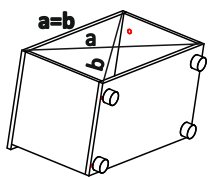

рис. 1
1. В дно (6) запресовать регулируемые опоры.
2. К перегородке левой (3) и перегородке правой (4) евровинтами прикрутить вязку (7). Получившуюся конструкцию соединить с дном евровинтами.
3. К получившейся конструкции прикрутить евровинтами боковину левую (1) и боковину правую (2)
4. В соответствующие отверстия на крышке (5) ввернуть дюбеля ввинчиваемые. Установить крышку на боковины, зафиксировав стяжкой эксцентриковой.
5. Уложить каркас тумбы лицевой частью вниз и прибить гвоздями заднюю стенку, предварительно выравнив диагональ (рис. 1).